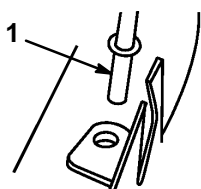

**Figure 33**
4. Placer l'angle avant de la garde de l'éjecteur dans l'ouverture du plateau. Faire tourner l'éjecteur en sens inverse aux aiguilles d'une montre et l'enfoncer dans l'ouverture du plateau (Fig. 33).
4. Introduire l'angle avant de la garde de la plaque de paillage dans l'ouverture du plateau (Fig. 33).
5. Faire tourner la plaque de paillage en sens inverse aux aiguilles d'une montre et l'enfoncer dans l'ouverture du plateau (Fig. 33).